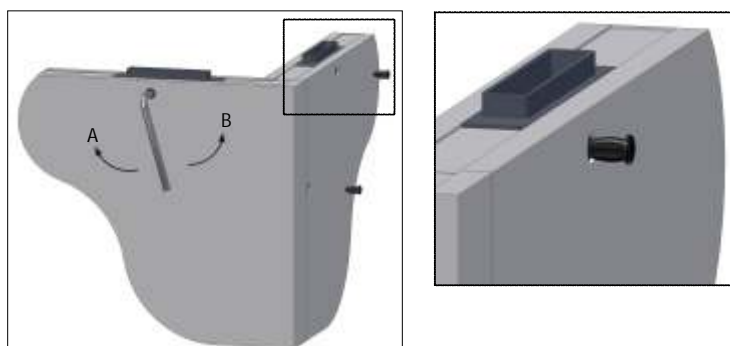

Fig. 11
- Rodar a chave no sentido dos ponteiros do relógio até parar (Fig.11 – Posição A);
- Rodar a no sentido contrário até apertar. (Fig.11 – Posição B)
- Após o aperto, colocar tampas nos furos (Fig. 11);